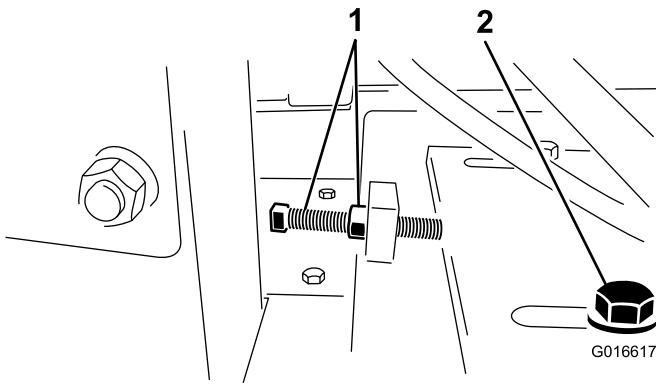

Figura 17
4. Afloje el perno tensor de la correa y la contratuerca, y mueva el motor hacia la carcasa del volante para aflojar la correa (Figura 17).
4. Afloje el perno tensor de la correa y la contratuercia, y mueva el motor hacia la carcasa del volante para aflojar la correa (Figura 17).